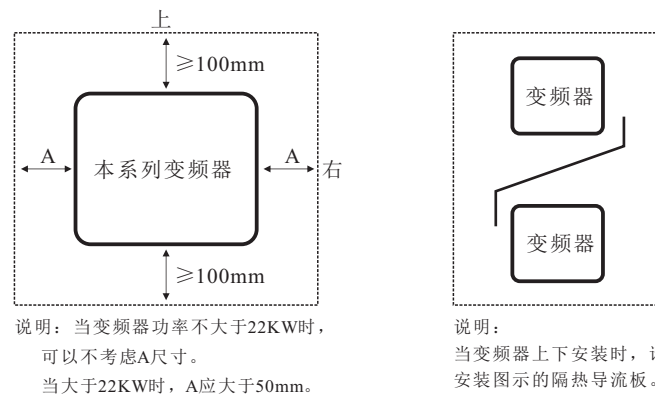

图3-1 列变频器安装示意图
- 1) 请垂直安装变频器, 便于热量向上散发。但不能倒置。若柜内有较多变频器时, 最好是并排安装。在需要上下安装の場合, 请参考图3-1的示意图, 安装隔热导热板。
- 2) 安装空间照图3-1所示。保证变频器的散热空间。但布置时请考虑柜内其他器件的散热情况。